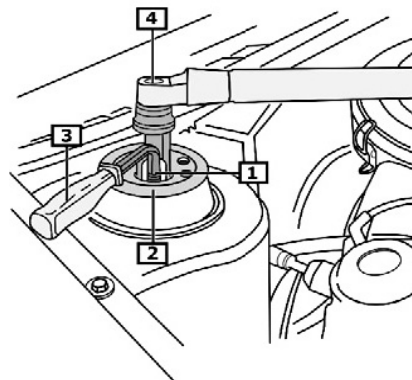

Fig. 2:
- **Fig. 2** Mutter (1) mit Spezialwerkzeug (3, 4) abschrauben, dabei Federbein gegenhalten.
- Tellerscheibe (2) abnehmen,
- **Fig. 2** Use special tool (3, 4) to unscrew nut (1) while securely holding suspension strut.
- Remove plate washer (2).
- **Fig. 2** Dévisser l'écrou (1) avec un outil spécial (3, 4) en retenant à cette occasion la jambe de force.
- Oter la rondelle bombée (2).
- **Fig. 2** Desatornillar la tuerca (1) con la herramienta especial (3, 4) sujetando el amortiguador.
- Retirar la arandela de platillo (2).